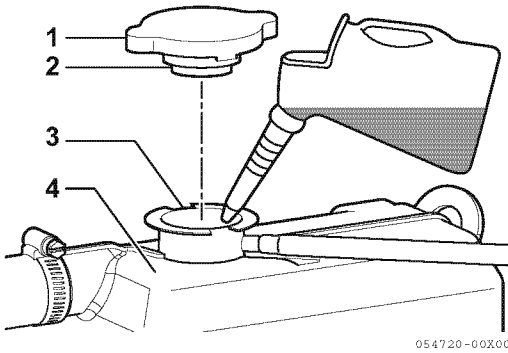

Abbildung 11
4. Kühlmittel langsam in den Kühlmittelbehälter / Wärmetauscher (**Abbildung 11, (4)**) einfüllen, um Luftblasenbildung zu vermeiden. Kühlmittel einfüllen, bis dieses am Füllstutzen überfließt.
5. Verschlusslaschen am Deckel (**Abbildung 11, (1)**) und Einkerbungen des Füllstutzens (**Abbildung 11, (3)**) übereinanderliegend ausrichten und Deckel festdrehen (**Abbildung 11, (2)**).